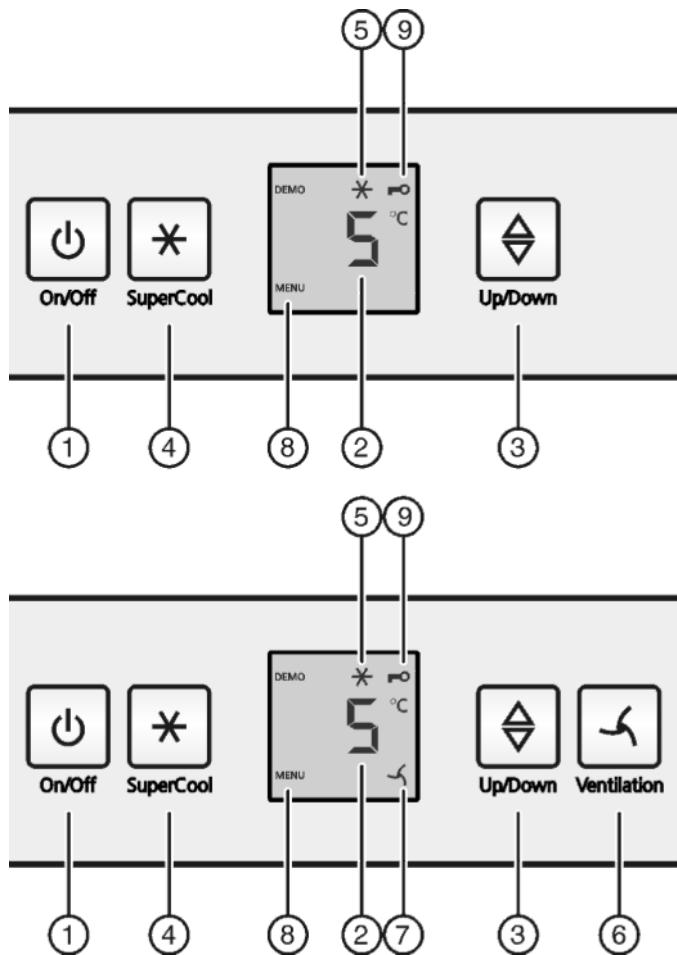

Fig. 2
- Нажать кнопку On/Off Fig. 2 (1).
- Нажмите кнопку «SuperCool» Fig. 2 (4) и удерживайте ее прим. 5 секунд.
- ▷ На индикаторе будет отображаться символ «Меню» Fig. 2 (8).
- Для подтверждения нажать и отпустить кнопку «SuperCool» Fig. 2 (4).
- ▷ На индикаторе горит символ «Защита от детей» Fig. 2 (9).
- Нажать и отпустить кнопку «On/Off» Fig. 2 (1).
- Активация модуля регулировки температуры: нажмите кнопку настройки Fig. 2 (3).
- Температуру меняйте ступенями по 1 °C: нажимайте кнопку настройки Fig. 2 (3) до тех пор, пока на индикаторе температуры не будет высвечена требуемая температура.
- Коротко нажмите кнопку SuperCool Fig. 2 (4).
- На индикации горит символ SuperCool Fig. 2 (5).
- Символ SuperCool Fig. 2 (5) на индикации гаснет.
- Коротко нажмите кнопку "Вентиляция" Fig. 2 (6).
- Символ Вентиляция Fig. 2 (7) горит.
- Символ Вентиляция Fig. 2 (7) не горит.